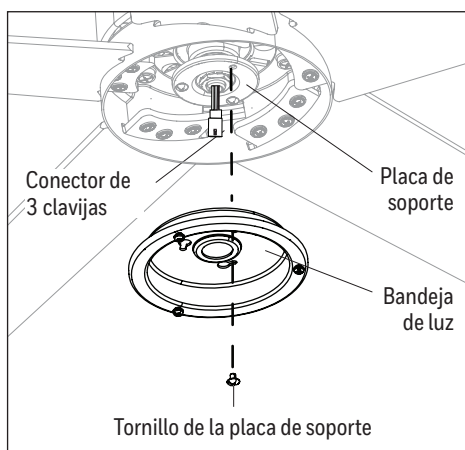

Figura 4.4
4. Retire uno de los tres tornillos de la placa de soporte preensamblados a la placa y afloje los otros dos sin retirarlos. Pase el conector de 3 clavijas a través del orificio central en la bandeja de luz. Alinee los chaveteros de la bandeja de luz con los tornillos sueltos de la placa de soporte. Gire el bandeja de luz en dirección de las manecillas del reloj y vuelva a colocar el tornillo de la placa de soporte que se retiró anteriormente. Apriete todos los tornillos (Figura 4.4).